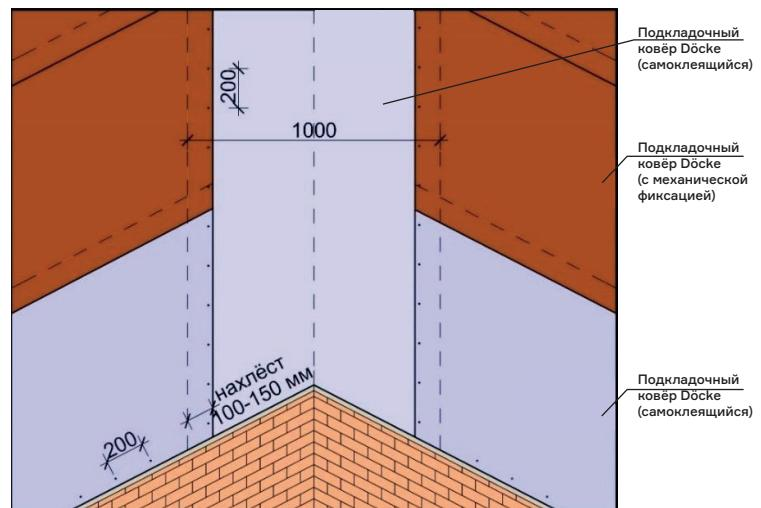

Рис. 12. Схема монтажа подкладочного ковра в ендove и на смежных скатах.
4.1.2 В первую очередь укладываются подкладочные ковры Döcke в месте устройства ендовы, если таковая имеется. Укладка подкладочного ковра в ендove показана на рис. 12.